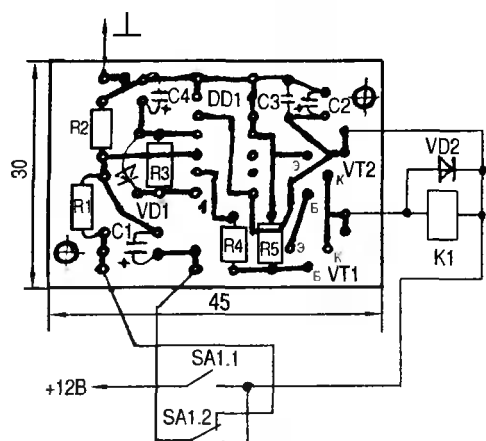

рис. 5
Печатная плата устройства показана на рис.5.
2. В статье С.М. Мухлынина "Устройство управления электроприборами" (РА 10/2001, с.37) по вине автора на рис.5 неправильно указана микросхема. ИМС DD1 должно быть серии KP512ПС10.